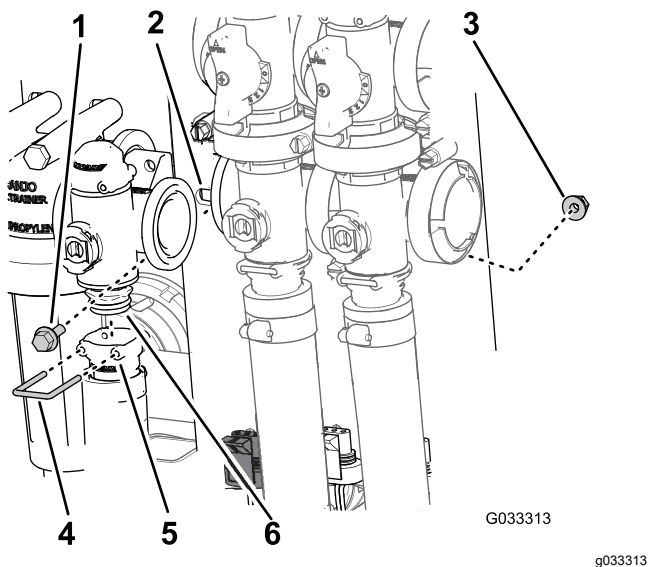

Figura 68
2. Îndepărtați opritorul care fixează fittingul de ieire la colectorul pentru supapa de control al ratei (Figura 68).
3. Îndepărtați cele 2 uruburi cu guler i cele 2 contrapiuliie cu guler care fixează supapa de control al ratei la elementul de montare a supapei i îndepărtați colectorul supapei de la maină (Figura 68).